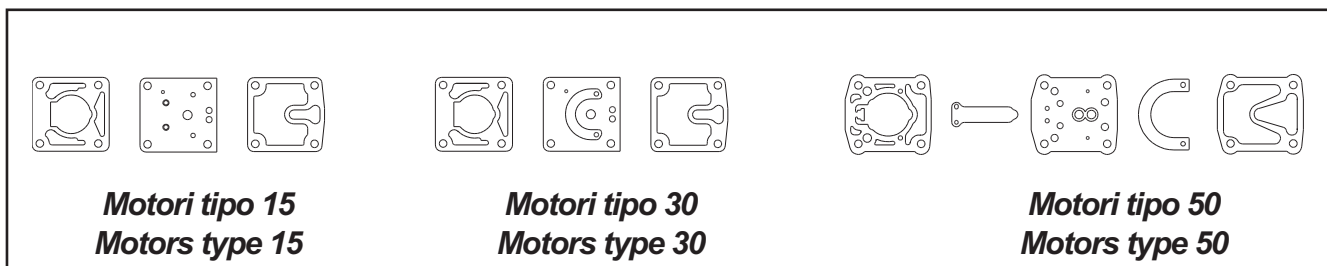

Fig. 12
- Il difetto può essere causato dalla rottura delle valvole o delle guarnizioni (Fig.12). Procedere immediatamente alla sostituzione del particolare danneggiato.
- The defect can be due to a valve or a gasket break (Fig.12). Replace the damaged part immediately.